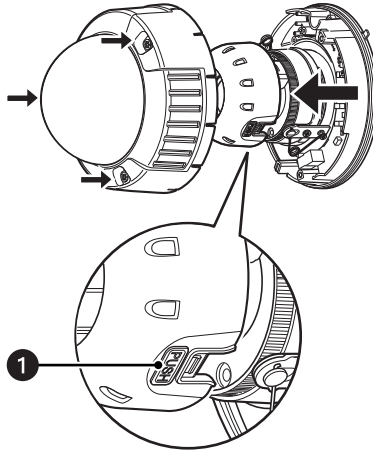

Рис. 29. Отсоединение внутреннего купола
- b. Нажимая на стороны с пометками «PUSH», отсоедините внутренний купол. (см. рис. 29).